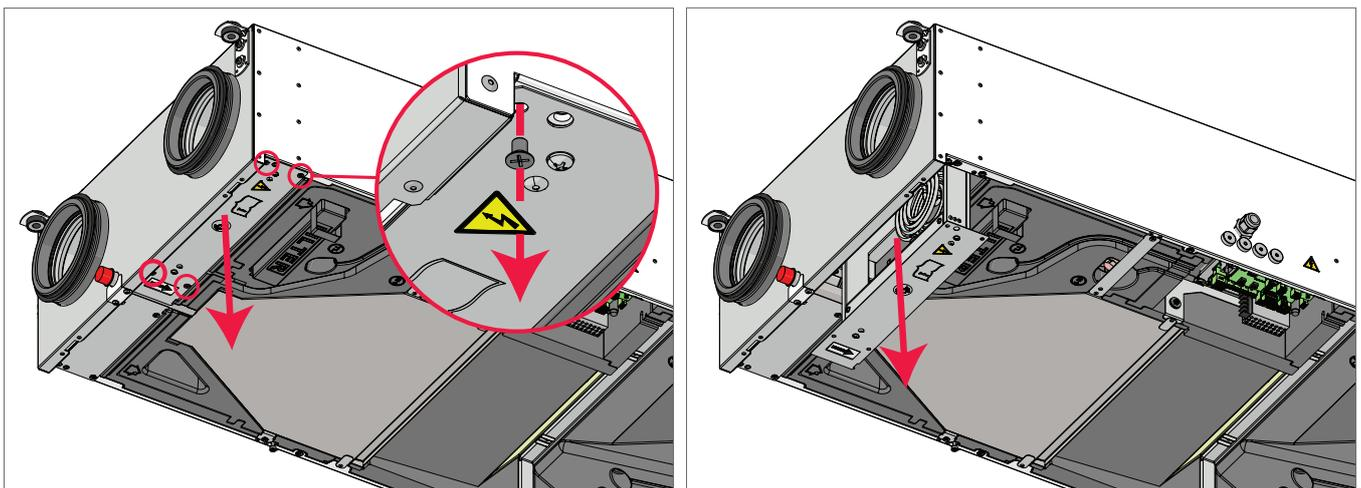

Abbildung 6.7.3 Smartypassklappe S300 Vorheizregister Wartung
**HINWEIS.** Vor der Durchführung der Schritte in Abbildung 6.7.3, müssen die Schritte in Abbildung 6.3.1 durchgeführt werden.